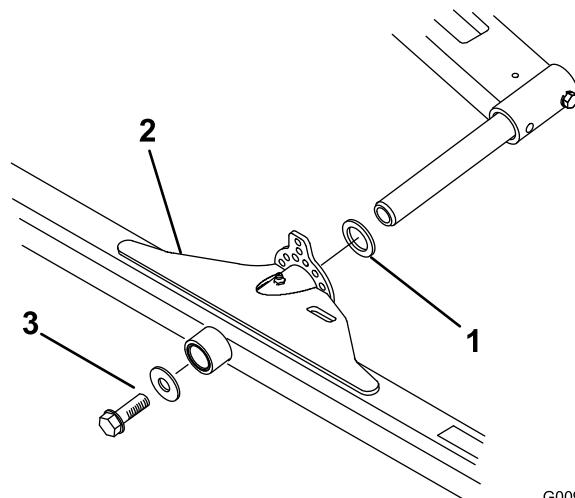

Figura 9
1. Fate scorrere una rondella di spinta sull'asta orientabile del braccio di sollevamento (Figura 9).